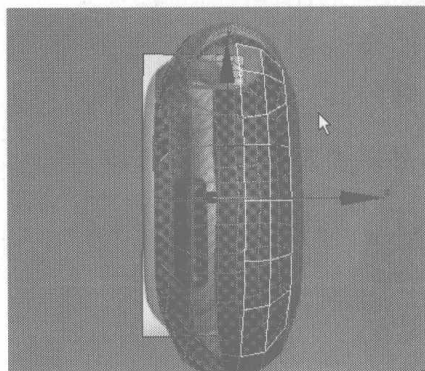
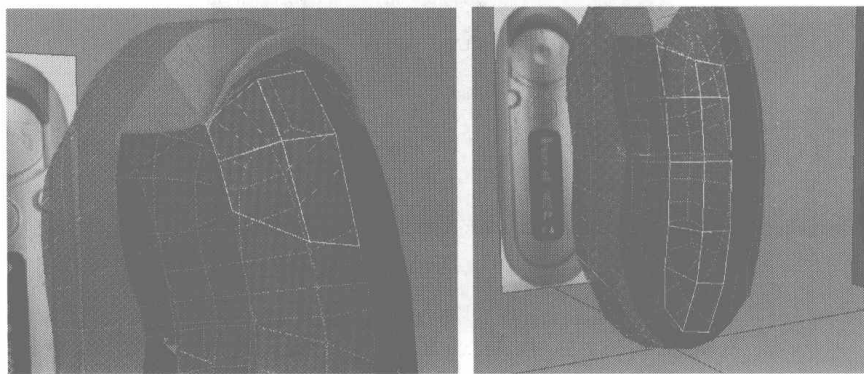

图 3.55
图 3.56
- 20** 选择如图 3.55 所示的物体面将其删除,再分别选择如图 3.56 所示分离出来物体,在工具栏中单击 按钮,在弹出的对话框中依照默认值进行设置,将该物体镜像。